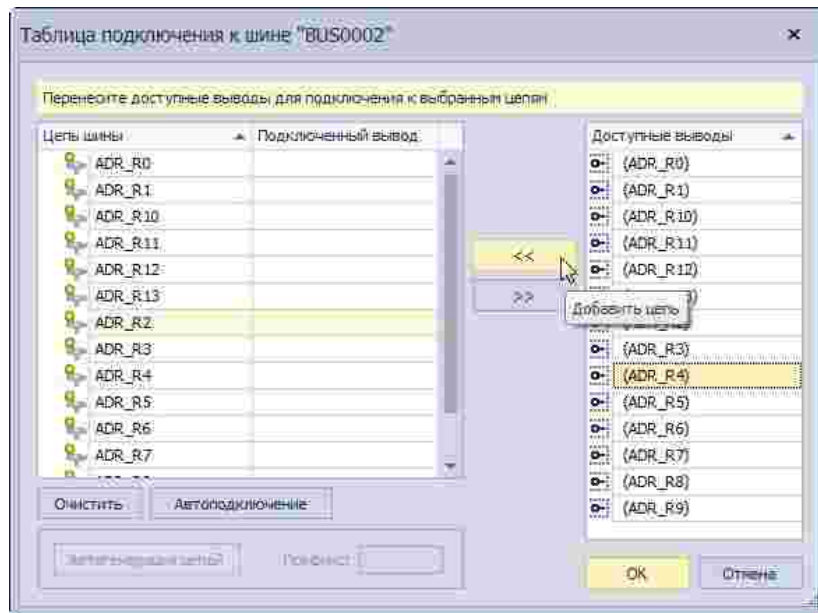

Рис. 168 Выбор цепи и соответствующего ей контакта
1. В произвольном порядке выбрать нужную цепь в левой части окна и соответствующий ей контакт в правой части окна, см. Рис. 168.